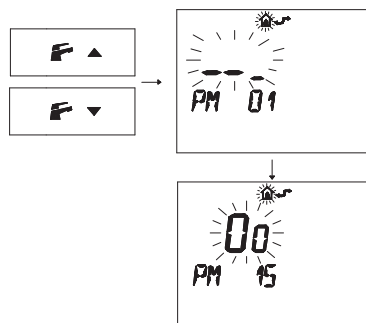

Figura 5.30
- Premere i pulsanti \mathbb{F} \blacktriangledown o \mathbb{F} \blacktriangle per visualizzare la programmazione "PM15" abilitazione della sonda esterna (Figura 5.30)